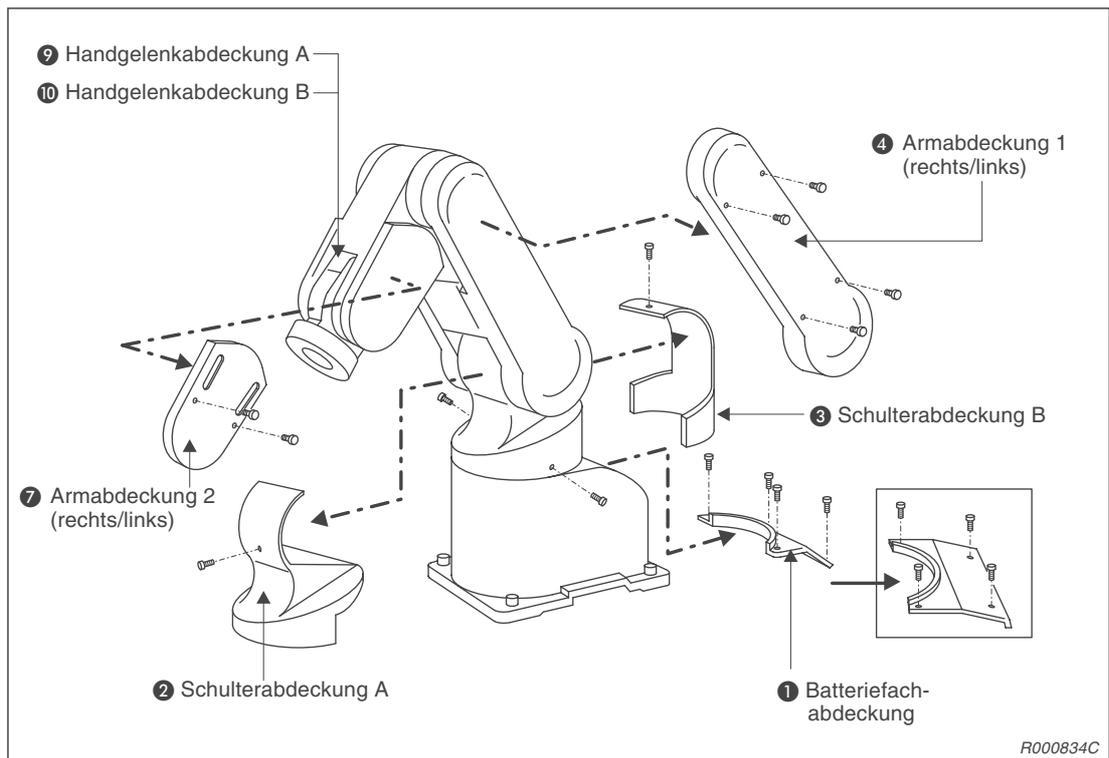
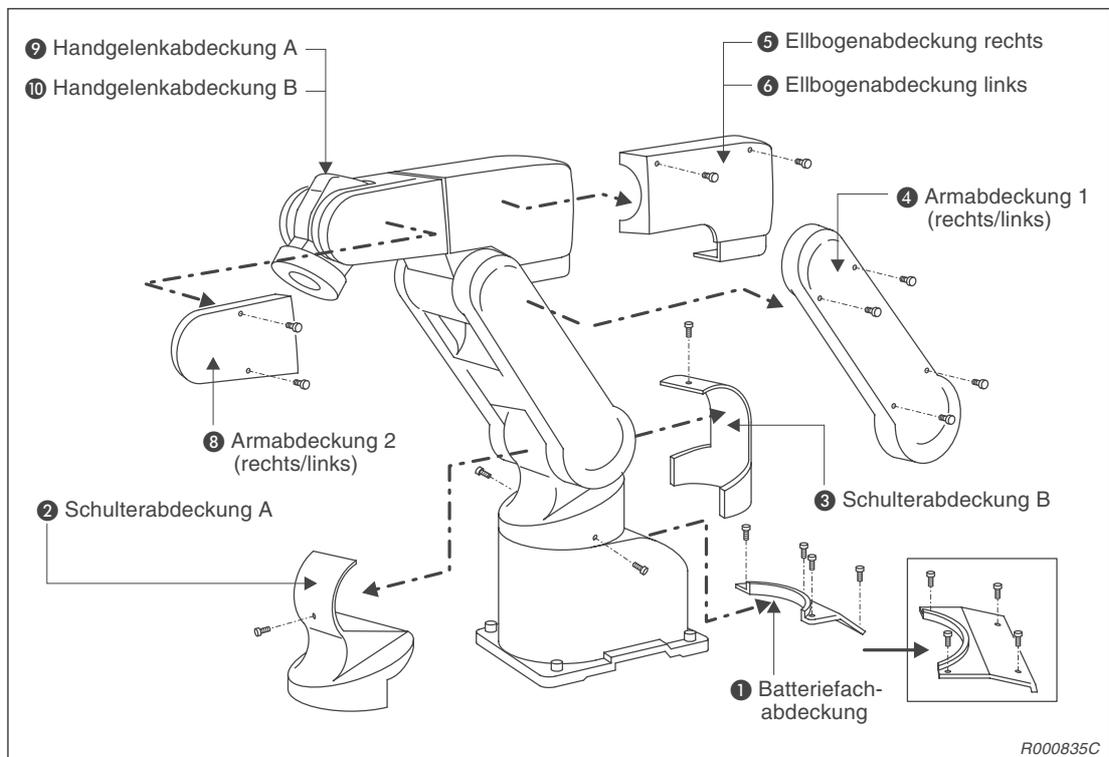
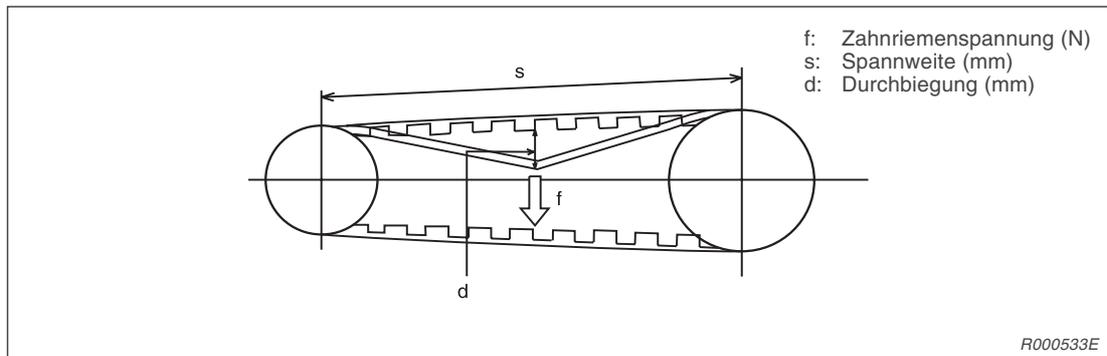

Abb. 5-3: Lage und Bezeichnung der Gehäuseabdeckungen beim 5-achsigen Roboterarm
Abb. 5-4: Lage und Bezeichnung der Gehäuseabdeckungen beim 6-achsigen Roboterarm
Abb. 5-9: Definition der Zahnriemenspannung
- ① Stellen Sie sicher, dass die Versorgungsspannung des Steuergerätes ausgeschaltet ist.
- ② Entfernen Sie die Armbdeckungen 1 (links und rechts) (siehe Abb. 5-3 oder Abb. 5-4).
- ③ Überprüfen Sie den Antriebszahnriemen auf Beschädigungen und Verschleiß (Abs. 5.3.3).
- ④ Drücken Sie in der Mitte leicht auf den Zahnriemen (ca. 2 N). Der Zahnriemen muss sich ca. 1,5 mm hinunterdrücken lassen (siehe Abb. 5-9).
- ② Entfernen Sie die Armabdeckungen 1 (links und rechts) (siehe Abb. 5-3 oder Abb. 5-4).
- ④ Drücken Sie in der Mitte leicht auf den Antriebszahnriemen (ca. 2 N). Der Zahnriemen muss sich ca. 1,6 mm hinunterdrücken lassen (siehe Abb. 5-9).
- ② Entfernen Sie die Ellbogenabdeckung (links und rechts) (siehe Abb. 5-3 oder Abb. 5-4).
- ④ Drücken Sie in der Mitte leicht auf den Zahnriemen (ca. 0,4 N). Der Zahnriemen muss sich ca. 1,2 mm hinunterdrücken lassen (siehe Abb. 5-9).
- ④ Drücken Sie in der Mitte leicht auf den Antriebszahnriemen (ca. 0,4 N). Der Zahnriemen muss sich ca. 1,4 mm hinunterdrücken lassen (siehe Abb. 5-9).
Abb. 5-9 und Tab. 5-6 beschreiben das Prüfen des Zahnriemens. Die Einstellung der Zahnriemenspannung ist korrekt, wenn mit einer Kraft „f“ eine Durchbiegung „d“ der Spannweite „s“ erreicht wird.